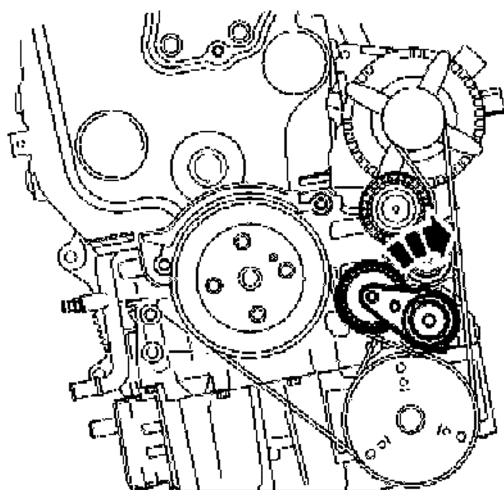

图 9-4 拆卸发动机附件传动带
6) 松开传动带张紧器，拆卸发动机附件传动带如图 9-4 所示。